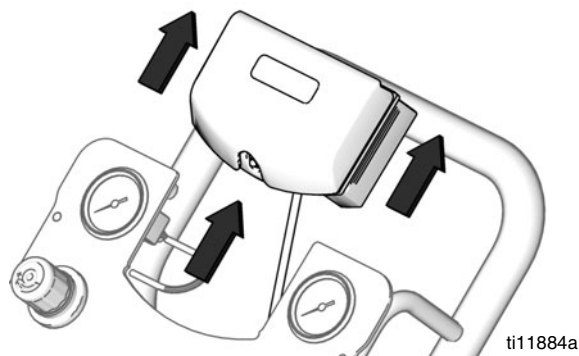

FIG. 11. Retirer le DataTrak
- Retirez le module du DataTrak du support. Consultez la FIG. 11. Mettez le module et le câble qui lui est attaché dans un endroit sûr.